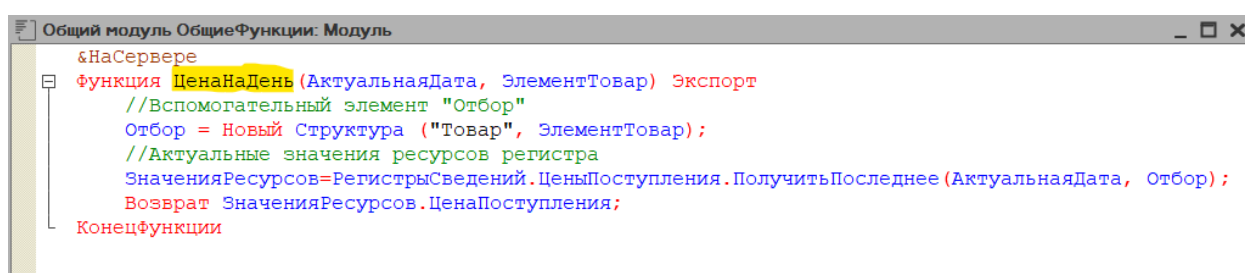

Рис. 3.23. Окно свойств модуля ОбщиеФункции
4. В окне редактора программного кода поместим функцию ЦенаНаДень (рис. 3.23). Для получения значения Цены поступления в функции используется две переменные:
5. В результате созданная функция занимает свое место в модуле ОбщиеФункции (рис. 3.23).